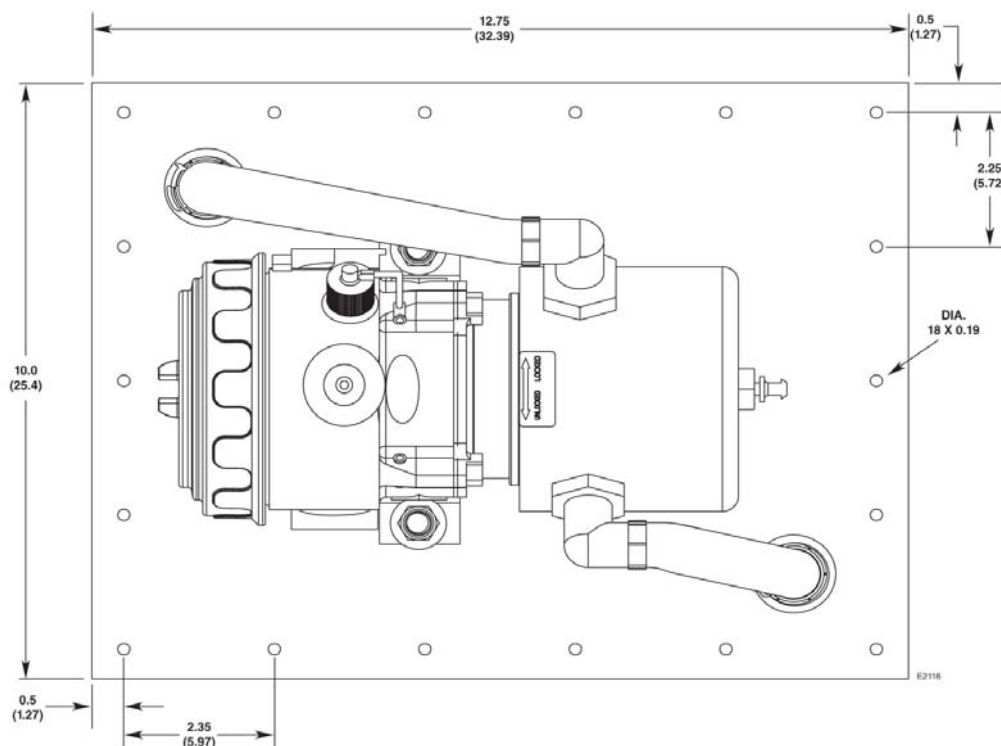

Рис. 1. Габаритные размеры монтажной пластины Q900 в дюймах (см).
Габаритные размеры сборки показаны на рис. 1 и 2.
Монтажная пластина монтируется непосредственно на плоской поверхности стенок воздухопроводов. На пластине имеется 18 установочных отверстий и 2 резьбовых втулки для крепления трубок опробирования, см. рис. 1. Использование герметичных прокладок гарантируют отсутствие утечек воздуха из воздухопроводов. Газоанализатор PIRECL крепится к пластине с помощью болтов из нержавеющей стали, поставляемых с набором.
2. Наметьте и просверлите крепёжные отверстия и отверстия для трубок опробования в стенке воздуховода. Руководствуйтесь рис. 1 и шаблоном 95-3538.